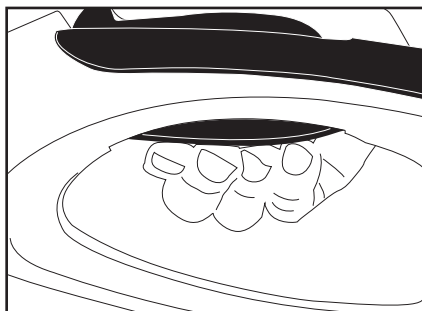

Figura 10
3. Mientras sostiene el interruptor debajo del pulgar en la posición delantera, use los dedos para levantar el otro gatillo. (ver figura 10). Esto activará la herramienta y le permitirá hacer su trabajo. NO es necesario seguir presionando el gatillo con el pulgar después de que arrancó la herramienta.